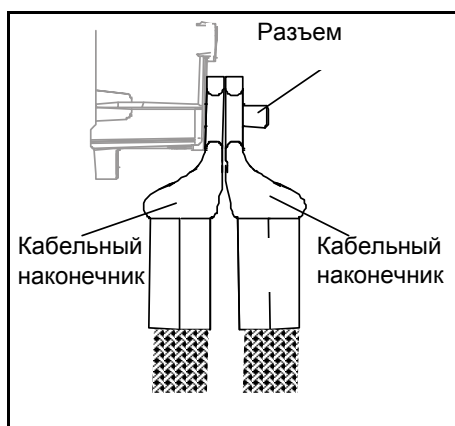

Рисунок 40.
- **ПРИМЕЧАНИЕ.** Если в одном разъеме используется несколько кабелей, следите за тем, чтобы кабельные наконечники располагались друг над другом. См. Рис. 40 ниже.